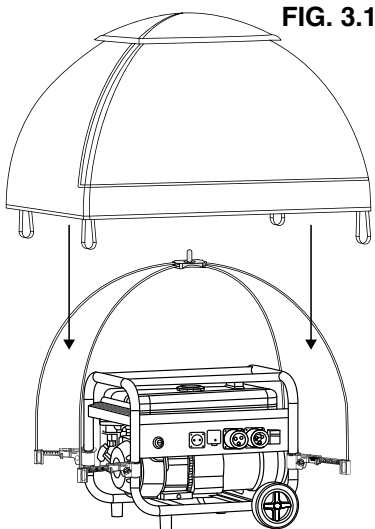

FIG. 3.1
- b. Coloque el toldo GenTent en el marco. Centre la tapa superior en el pin del conector central. (Fig. 3.1)